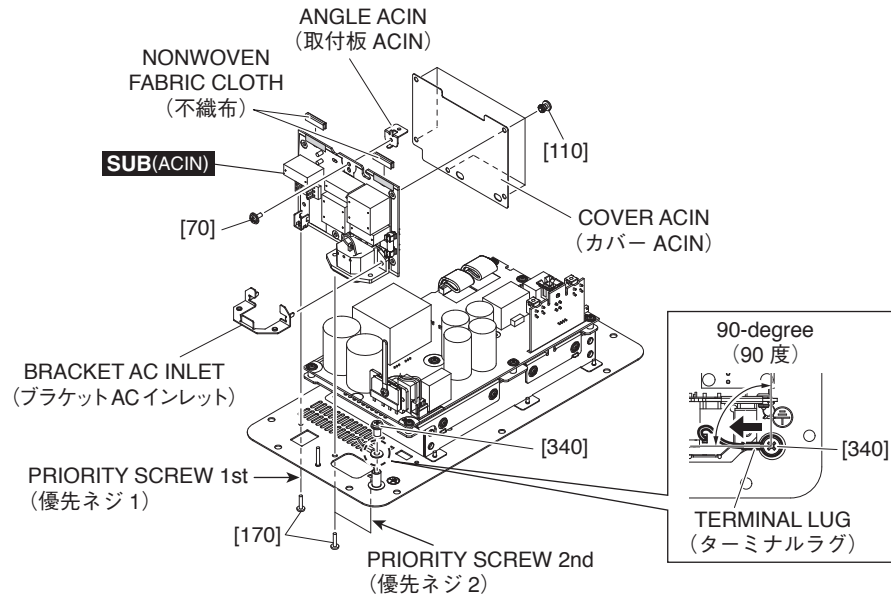

Fig. C-4 (図C-4)
C-5-2 Remove the three (3) screws marked [170] and the screw marked [340]. The SUBL (ACIN) circuit board can then be removed. (Fig. C-4)
- \* **When installing the SUBL (ACIN) circuit board, first tighten the two (2) priority screws in order as shown in Fig. C-4.**
- C-5-3 Remove the five (5) nylon rivets white marked [110]. The cover ACIN can then be removed. (Fig. C-4)
C-5-4 Remove the screw marked [70]. The angle acin can then be removed. (Fig. C-4)
- \* **The cover ACIN, angle ACIN and the bracket AC inlet are not parts of the SUBL (ACIN) circuit board. When replacing the SUBL (ACIN) circuit board, remove from the SUBL (ACIN) circuit board and install them to the new SUBL (ACIN) circuit board. (Fig. C-4)**
- \* **When installing the screw marked [340], tighten so that the terminal lug points within the 90-degree range as shown in Fig. C-4**
C-5-2 [170]のネジ3本と[340]のネジ1本を外して、SUBL (ACIN)シートを外します。(図C-4)
- ※ SUBL (ACIN)シートを取り付け時には、優先ネジ2本を図に示す順番で先に締めてください。(図C-4)
- C-5-3 [110]のプラスチックリベット5本を外して、カバー ACINを外します。(図C-4)
C-5-4 [70]のネジ1本を外して、取付板ACINを外します。(図C-4)
- ※ カバー ACIN、取付板ACIN、ブラケットACインレットは、SUBL (ACIN)シートの構成部品ではありません。SUBL (ACIN)シートを交換する際には、SUBL (ACIN)シートから取り外して、新しいSUBL (ACIN)シートに取り付けてください。(図C-4)
- ※ [340]のネジを取り付けるときは、ターミナルラグの向きが、図の通り90度の範囲となるように締めてください。(図C-4)